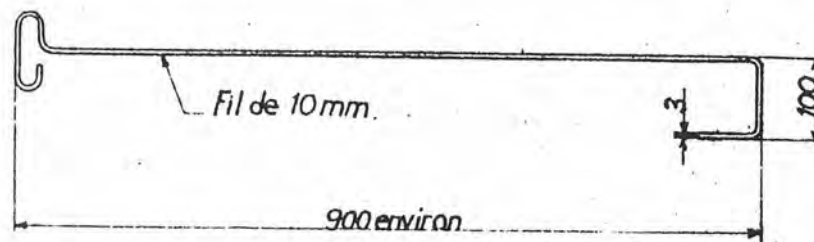

Fig.3 - Crochet à déboucher les jets
- Déboucher les orifices des jets à l'aide du crochet représenté à la figure 3 de l'Annexe 5.
| — 1 crochet pour le débouchage des jets. | — D'origine américaine ou à confectionner par le dépôt Annexe 5 - fig. 3. |